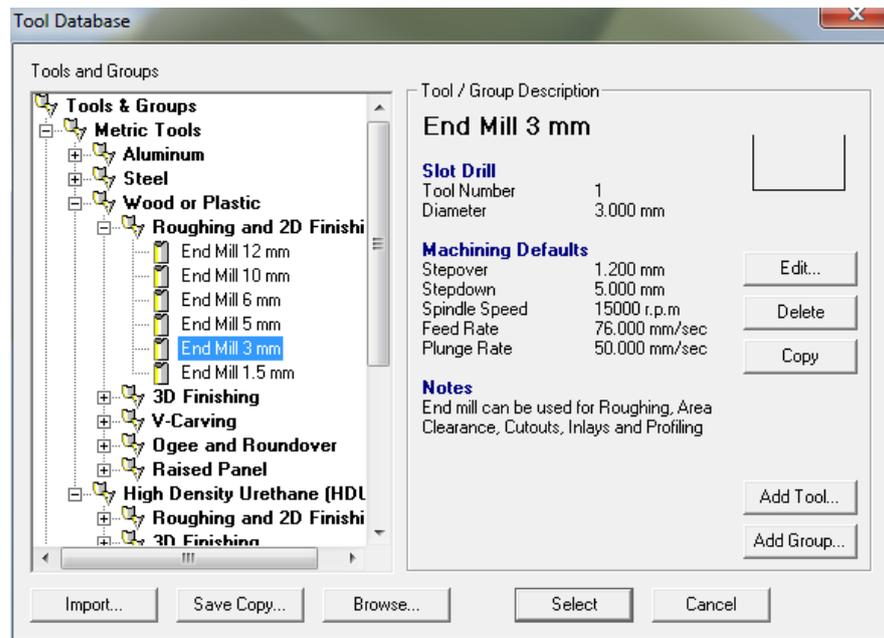
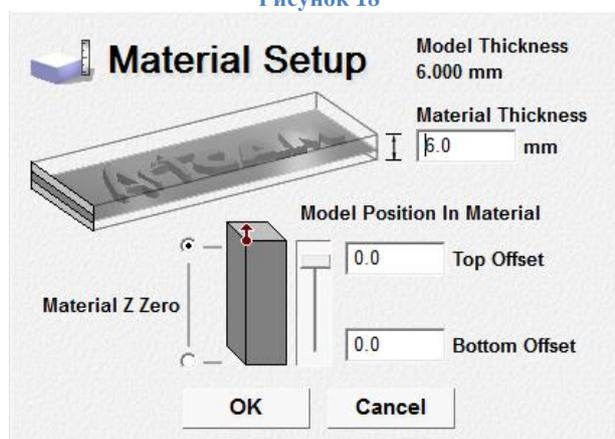

Рисунок 18
Рисунок 19
4. В окне задать инструмент (рисунок 18) и материал (рисунок 19);